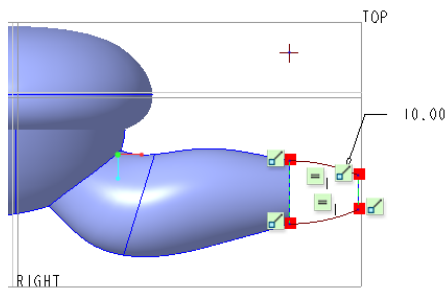

图 13-137 草绘图形
① 单击“草绘”按钮 ，弹出“草绘”对话框。
② 选择 TOP 基准平面作为草绘平面，以 RIGHT 基准平面为“右”方向参考，单击“草绘”对话框中的“草绘”按钮，进入草绘模式。
③ 单击“参考”按钮 ，打开“参考”对话框，分别指定所需的绘图参考，然后关闭“参照”对话框。
- 4 绘制图 13-137 所示的两条圆弧，然后单击“确定”按钮